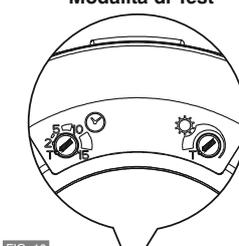

FIG. 10
- Ruotare delicatamente in senso antiorario il regolatore della temporizzazione (⌚) e quello della luminosità (☀️) fino all'arresto (posizione di TEST - FIG. 10).